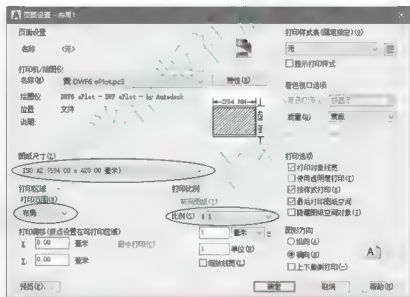

图 5.64 设置【页面设置-布局 1】对话框
② 单击【修改】按钮,则进入【页面设置-布局1】对话框,按照图 5.64 所示设置该对话框。